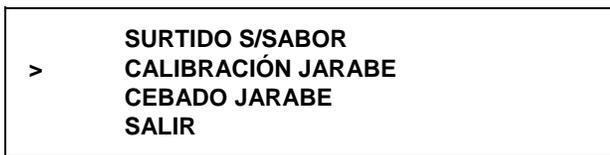

Figura 44
- Oprima el símbolo AUTOMÁTICO ❄️ o el símbolo SABOR OPCIONAL 🌀 para mover la flecha a la opción de calibración de jarabe. (Vea la figura 44).